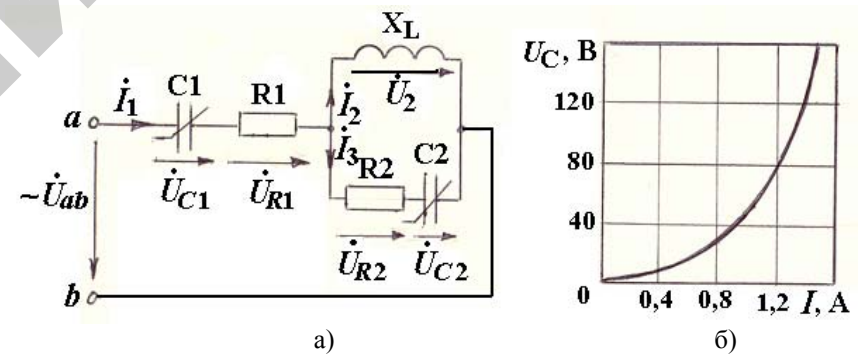

Рис. 5.5
5.3.3. Электрическая цепь (рис. 5.5,а) питается от источника синусоидального напряжения. Вольт-амперная характеристика (ВАХ) нелинейных конденсаторов по первой гармонике представлена на рис. 5.5,б. Значения сопротивлений по первой гармонике  $X_L = 60 \text{ Ом}$ ,  $R_1 = 40 \text{ Ом}$ ,  $R_2 = 30 \text{ Ом}$ .